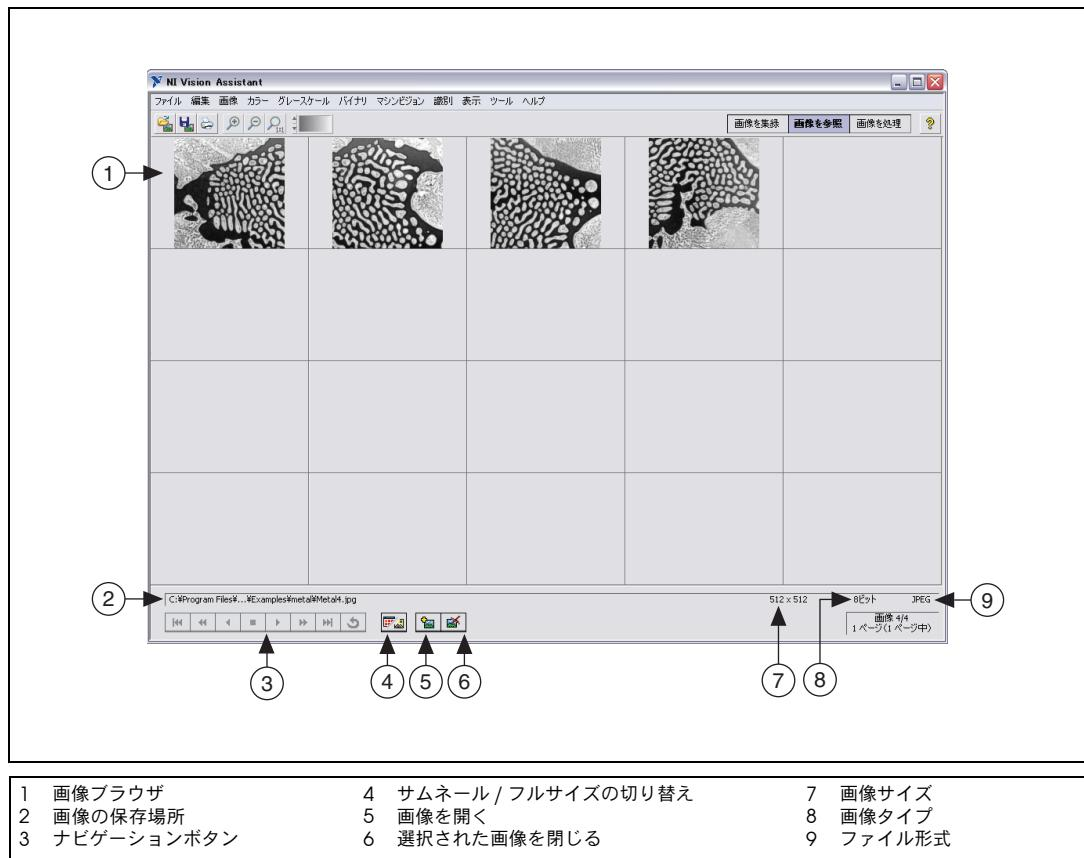

図 2-1 画像ブラウザ
- **画像ブラウザ** ?現在 Vision Assistant にロードされている画像のすべてが含まれます。処理する画像は、画像ブラウザでダブルクリックして選択できます。画像ブラウザにロードされた画像を表示するには、図 2-1、「画像ブラウザ」を参照してください。
6. Vision Assistant ウィンドウの右上の**画像を参照**をクリックします。Vision Assistant は、図 2-1 に示すように、画像ブラウザに開いた画像ファイルをロードします。画像ブラウザには、選択した画像の画像のサイズ、保存場所、タイプなどの情報が表示されます。
新しい画像をサムネール表示（図 2-1 参照）またはフルサイズ表示（選択された画像 1 つを最大で表示）することができます。